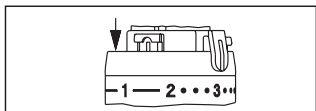

Abb. 8
2. Zur unteren Begrenzung wird ein Element, wie abgebildet, in die Position eine Nut vor der Merkhzahl „2“ eingesteckt (Abb. 8).